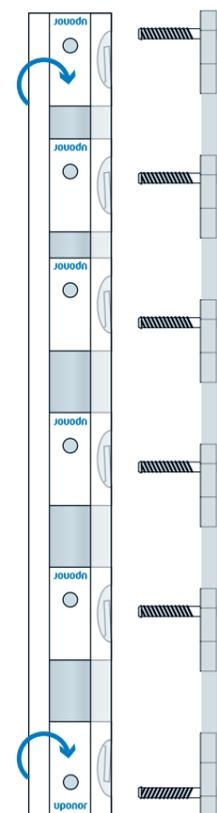

Figure 3: Insérez les attaches de retenue
1. Insérez les attaches de retenue dans le rail. Assurez-vous que les attaches du haut et du bas sont inversées, afin que le boulon soit le plus proche possible du bord extérieur (voir **Figure 3**).